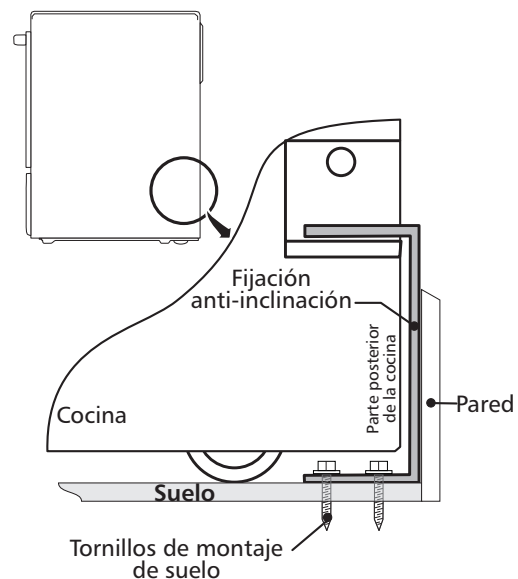

Figura 15
6. Deslice la cocina hacia su lugar asegurándose que la pata de centro trasera está completamente segura con el soporte anti-inclinación (Figura 15). Baje la cocina ajustando las 4 patas de nivelación hasta que la plancha de cocinar está apoyada en el mostrador. Refiere a la "Nivelación de la cocina" a la página 6.